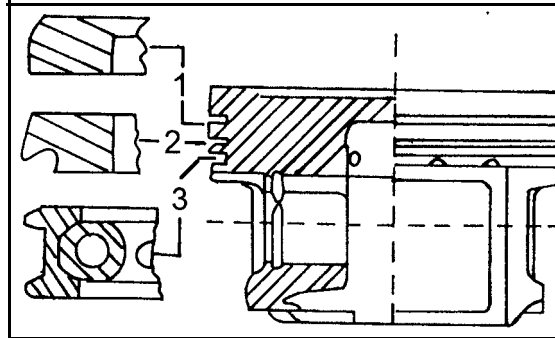

Bild 73
- Ein Kolbenringspannband um die Kolbenringegend legen, wie es in Bild 73 gezeigt ist, und die Kolbenringe in die Nuten drücken. Kontrollieren, dass sie einwandfrei eingedrückt sind.